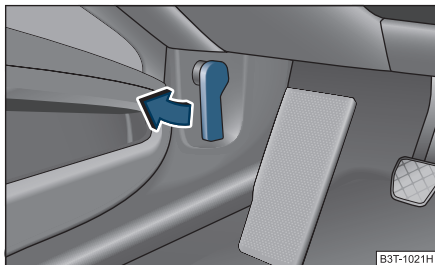

Abb. 200 Entriegelungshebel für Motorraumklappe
- Ziehen Sie am Entriegelungshebel unterhalb der Schalttafel auf der Fahrerseite ⇒ Abb. 200.
- Entriegeln Sie die Motorraumklappe ⇒ Abb. 200.